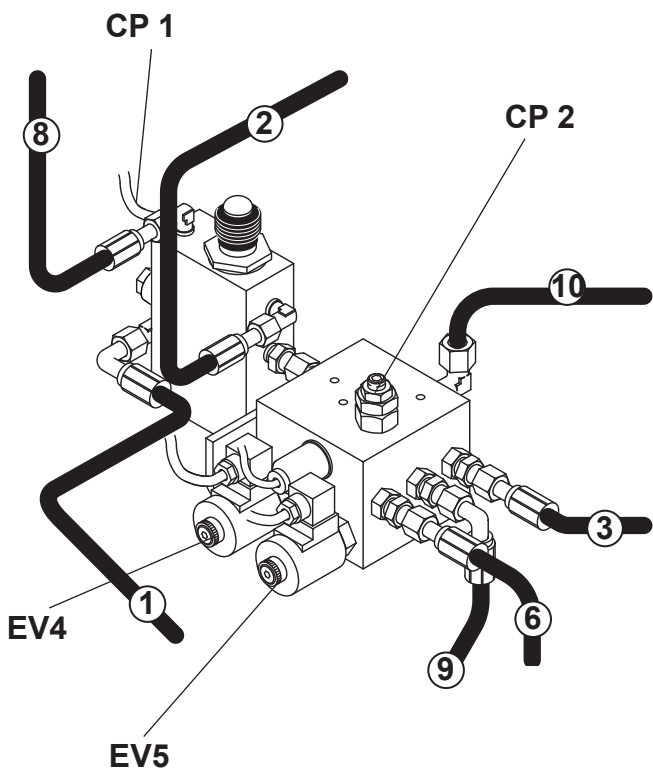

Fig. 14
- Collegare i cavi elettrici presenti centralina alle elettrovalvole **EV4-EV5** e ai pressostati **CP1-CP2** (fig. 14).
- Connect the cables in the control unit to the solenoid valves **EV4-EV5**, to the pressure gauges **CP1-CP2** (fig. 14).
- Die im Schaltschrank vorhandenen Kabel an die Elektroventile **EV4-EV5**, an die Druckwächter **CP1-CP2** und die Polung berücksichtigen (fig. 14).
- Connecter les câbles du pupitre de commande aux électrovalves **EV4-EV5**, aux pressostats **CP1-CP2** (fig. 14).
- Conecte los cables situados en el panel de mando a las electroválvulas **EV4-EV5**, a los presostatos **CP1-CP2** (fig. 14).